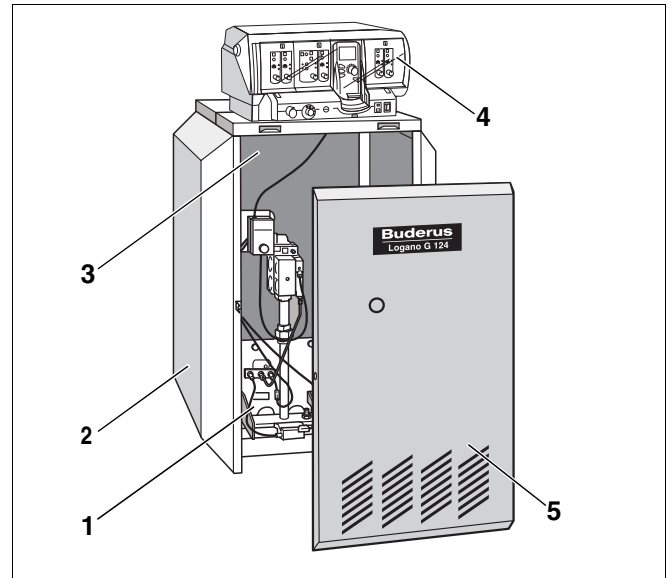

Abb. 1 Gas-Spezialheizkessel Logano G124
Der Gas-Spezialheizkessel Logano G124 (Abb. 1) ist werkseitig komplett mit integriertem Gasbrenner und Regelgerät ausgestattet.
- Kesselblock mit Wärmeschutz (Abb. 1, **Pos. 3**) und Gasbrenner (Abb. 1, **Pos. 1**).
- Kesselmantel (Abb. 1, **Pos. 2**) und Kesselvorderwand (Abb. 1, **Pos. 5**).
- Regelgerät (Abb. 1, **Pos. 4**).
Legende für Abb. 1 und 2